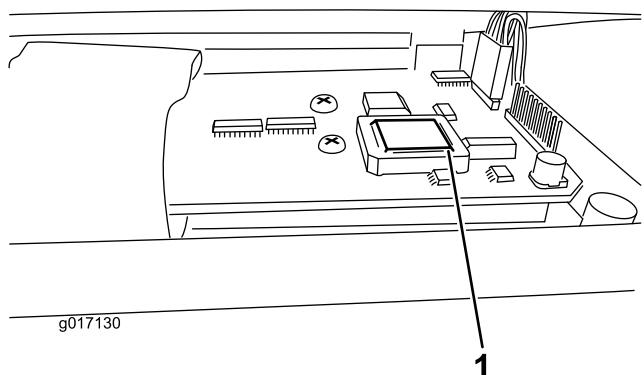

図 7
- 現在のチップを取り外し、付属の工具を使って新しいチップを取りつける。工具の使用方法については、工具についている説明書を参照のこと（図 7）。